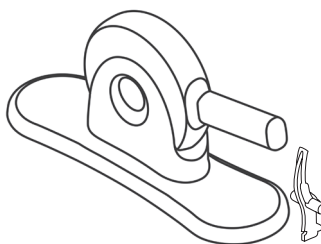

Figure 5: Crimper and 2-piece Crimp Stopper
■ Rysunek 5: Zaciskacz i dwuczęściowy ogranicznik zaciskania zařízení